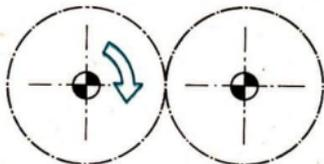

Bild 70/1 Schematische Darstellung eines Zahnradgetriebes
- 3. Vergleiche die Drehzahlen der Zahnräder des im Bild 70/2 dargestellten Zahnradgetriebes!